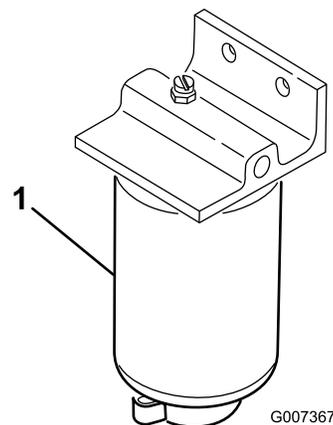

図 51
水セパレータ(図 51)の水抜きは毎日おこなって異物を除去してください。燃料フィルタは400 運転時間ごとに交換してください。
2. フィルタ容器(図 51)下部のドレン・プラグをゆるめて水や異物を流し出す。